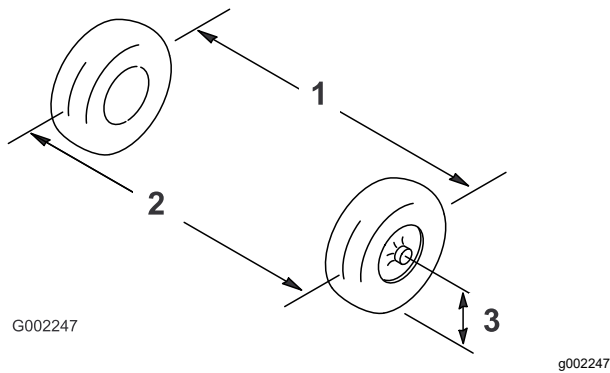

図 96
2. 前輪の前と後ろで、左右のタイヤの中央線間距離を測る計測はアクスルの高さで行う (図 96)。